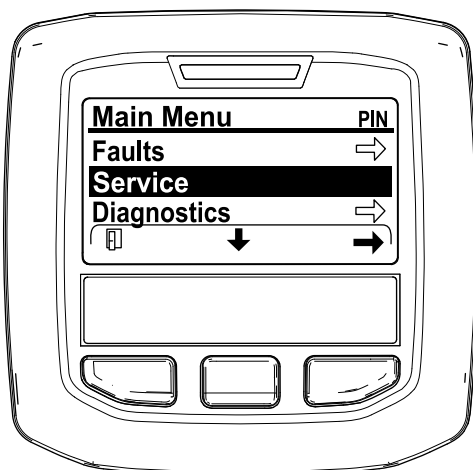

Figura 32
2. Vá até ao MENU PRINCIPAL, prima o botão central para ir até ao MENU DE MANUTENÇÃO e prima o botão direito para selecionar a opção de MANUTENÇÃO (Figura 32).